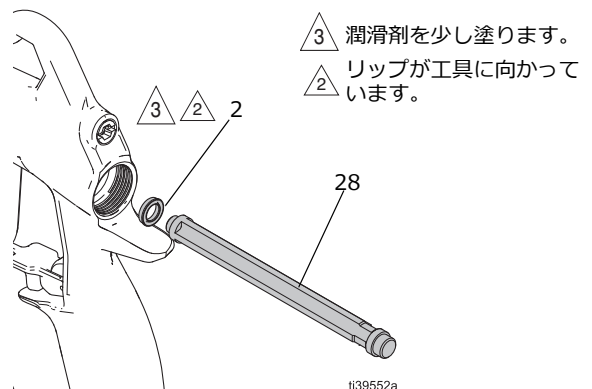

図 47: U カップの設置
3. ガントリガー (9) を取り外して、ガンの前から U カップ (2) にアクセスできるようにします。**トリガーを取り除く**、30 ページを参照してください。
4. 薄い金属製の尖ったものかプラスドライバーを使用して、U カップ (2) をガンの前から押し出し、ガンの後ろから取り外します。
- 注：**取り外すと U カップ (2) がダメージを受けます。再利用できません。
5. U カップリップがシール取り付け工具に向くように、新しい U カップ (2) を工具に配置します。図 47 を参照ください。
6. U カップ (2) がカチッという音をたてて所定の間にはまるまで、U カップ (2) をガンの後ろにしっかりと押し込みます。
7. ガントリガー (9) を設置します。**トリガーの設置**、30 ページを参照してください。